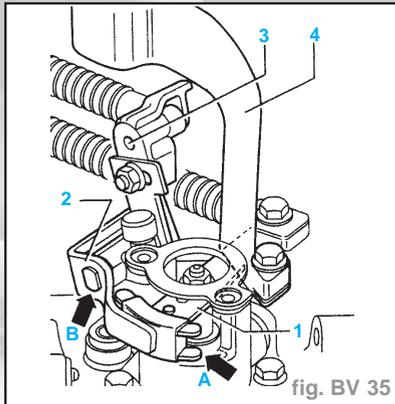

fig. BV 35
**Position de montage levier de commande des vitesses/levier d'inversion - entraîneur/masse antivibratoire (fig. BV 35)**